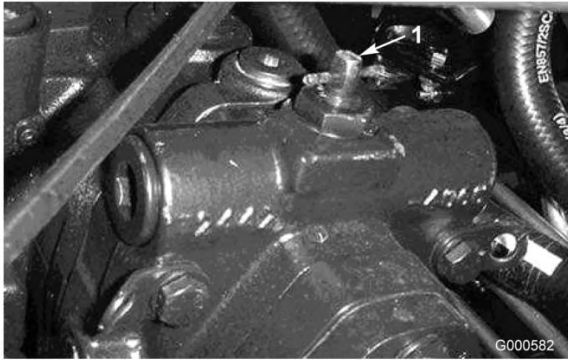

Bild 18
2. Drehen Sie das Ventil um eine Vierteldrehung nach rechts oder links, um es zu öffnen und Öl intern abzulenken (Bild 18). Weil das Öl abgelenkt wird, lässt sich die Zugmaschine ohne Schäden am